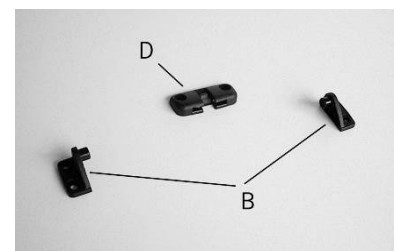

Fig. 13
- B. Elegir los soportes adecuados (Fig. 13).